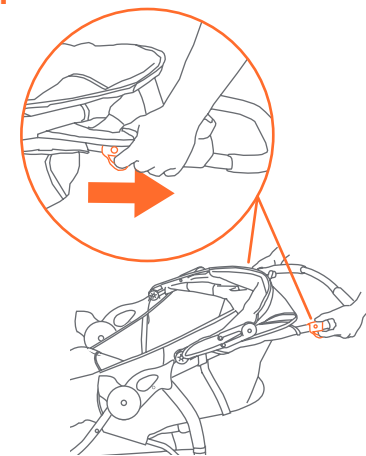
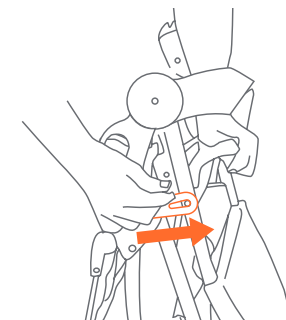

Fig. 22a
Fig. 22b
• El carrito se pliega tirando simultáneamente de cada gatillo (Fig. 22a). Cuando se sueltan los pestillos para plegar el carrito, el manubrio comienza a caer al suelo. Suelte los botones para plegar el carrito y presione hacia abajo el manubrio hasta que el carrito esté completamente plegado. El carrito se asegura en la posición plegada por el bloqueo que está localizado en el lado derecho del carrito sobre el remache que sobresale del armazón (Fig. 22b).